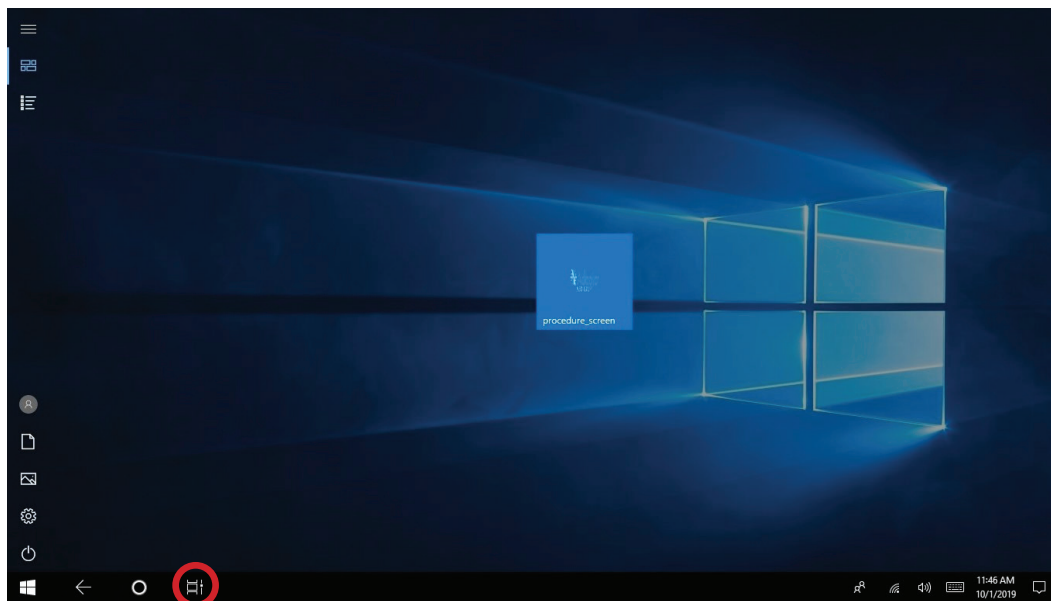

Afbeelding 6 – Opstartscherm
3. Binnen een paar seconden nadat u op de aan/uit-knop hebt gedrukt, geeft het GUI-scherm het volgende opstartscherm weer (Afbeelding 6). Windows vraagt u om zich aan te melden. De gebruikersnaam is 'User'. Neem contact op met het technische ondersteuningsteam van Adagio Medical voor het wachtwoord.